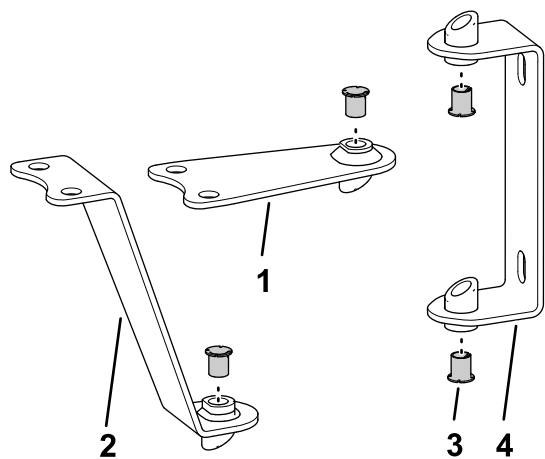
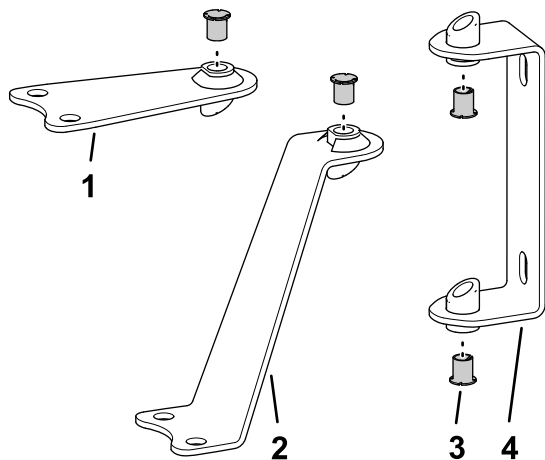

Figure 2
Figure 3
1. Disposez les charnières et les brides comme montré à la Figure 2 (pour une rampe découverte) ou Figure 3 (pour une rampe couverte).
2. Insérez les douilles dans les ouvertures des tubes soudés dans les charnières et les brides, comme montré à la Figure 2 ou Figure 3.